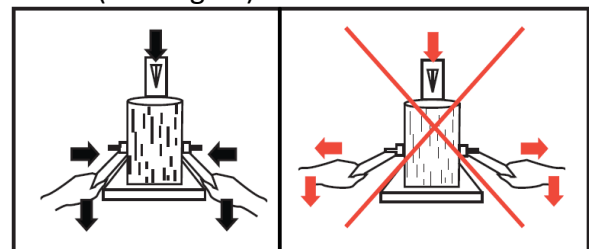

Fig.13
c) Tenez la bûche en maintenant fermement les leviers de contrôle (Fig.13)
d) Ne jamais ouvrir les supports de bûches lorsque le vérin est en action (Fig.13)
4. Abaissez simultanément les deux leviers de commande. (Voir Fig.13)